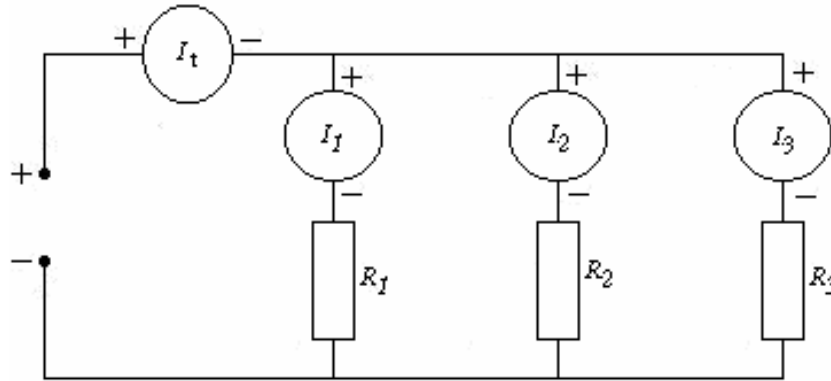

Figura IV.3 Aplicación de potencial eléctrico.
5. Observa la figura IV.3, aplica un potencial eléctrico al circuito hasta que $I_1 = 0.2$ A. Calcula y mide los valores de corriente.